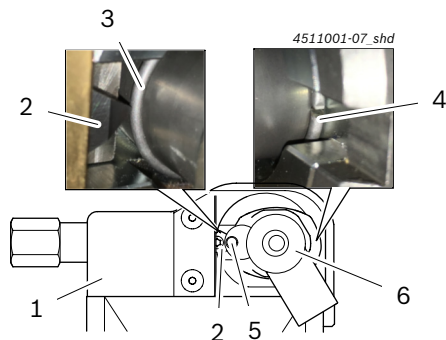

Fig. 8: Posición correcta del anillo de muelle
4. Girar el orificio del anillo de muelle (Fig. 8, pos. 4) al lado opuesto del mayor espesor de pared.
- ⇒ El anillo de muelle (Fig. 8, pos. 3) está posicionado exactamente a la altura de la plaquita de corte reversible (Fig. 8, pos. 2).